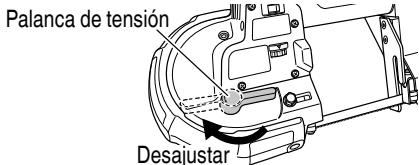

Fig. 16
- (1) Afloje la palanca de tensión en la dirección indicada en la figura. (Fig. 16)
- (2) Quite primero la cuchilla de la sierra de cinta del protector de polea (C) (① en la figura). Luego, retire la cuchilla de las poleas (A) y (B). Por último, para quitar la cuchilla por completo, retirela de la sección de los rodillos de guía (② en la figura).